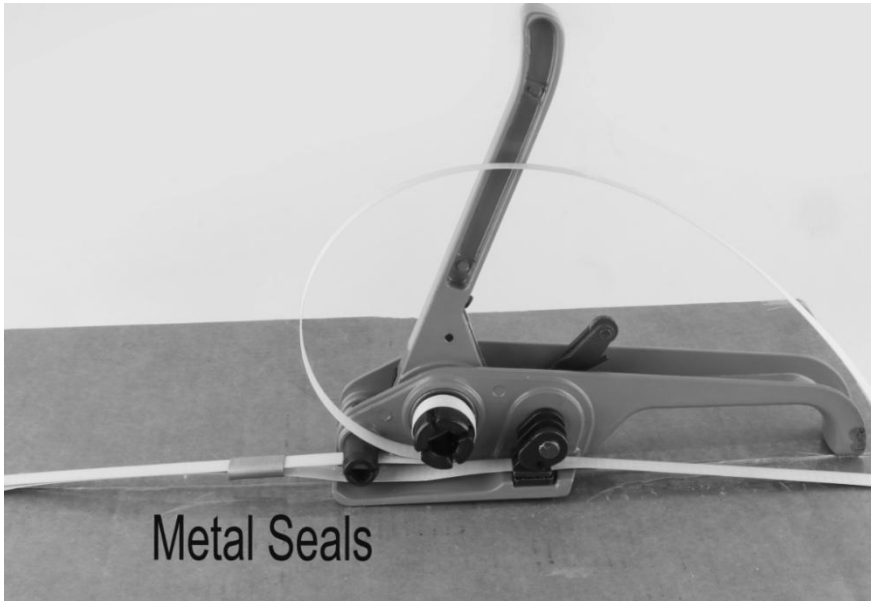

Abb. 3
3. Betätigen Sie diese Spannstange wiederholt von Abb. 2 bis Abb. 3. die Falle wird fester angezogen.